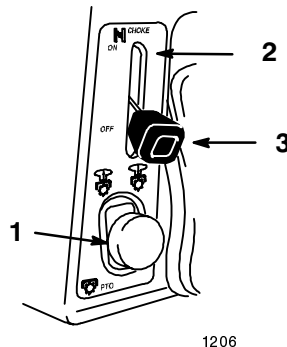

Bild 3
3. Schieben Sie den Zapfwellenhebel auf "AUS" (Bild 3).
4. Stellen Sie den Chokehebel auf "EIN" (Bild 3).
1. Schieben Sie den Zapfwellenhebel auf "AUS" (Bild 3).